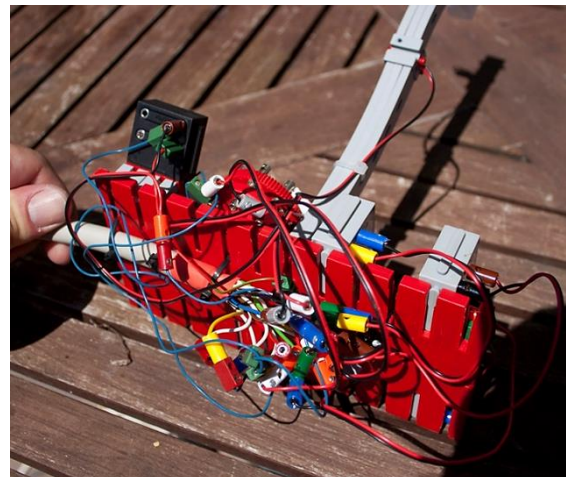

Abb. 11: Die Fernbedienung im Rohbau von unten. Links kommt das Telefonkabel an und endet in einer Kabelpeitsche mit Buchsen.
- Flachkabel: Gehen mehrere Kabel in die gleiche Richtung (vor allem bei größeren Modellen) ist ein Flachkabel die Lösung. Es lässt sich wunderbar parallel zu der Anlage rechtwinklig verlegen und leicht befestigen. Tipp: Flachkabel sind eher als „Verlängerung“ zu betrachten, so dass die Enden in Buchsen ausgeführt sind und kurze Kabel vor Ort die Verteilung übernehmen (Abb. 11).